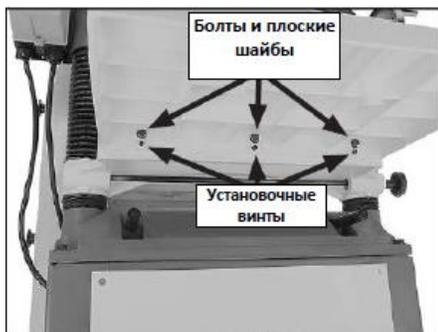

Рис. 4 Переднее удлинение стола установлено
1. Вставьте установочные винты M8-1,25 x 20 в отверстия в нижней части удлинения стола (Рис. 4).
2. Прикрепите удлинения стола к столу станка с помощью болтов М8-1,25 x 30, стопорных шайб 8 мм и плоских шайб 8 мм, как показано на Рис. 4, но не затягивайте болты полностью.